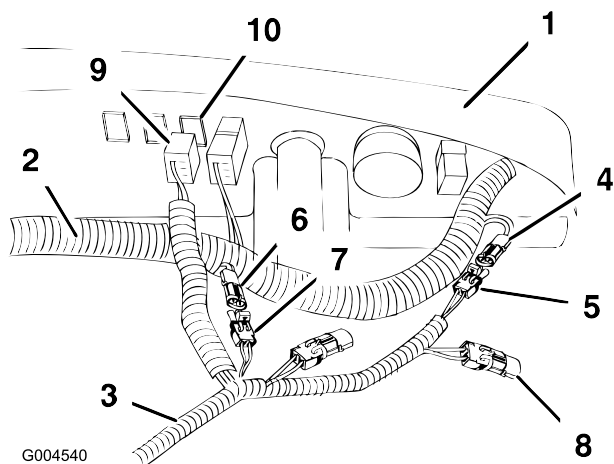

図 8
ネクタに、アクセサリ用ハーネスを 図 8 のように接続する。
7. スイッチ用のネクタを、図 8 のようにダッシュボードのプラグの裏の位置におく。